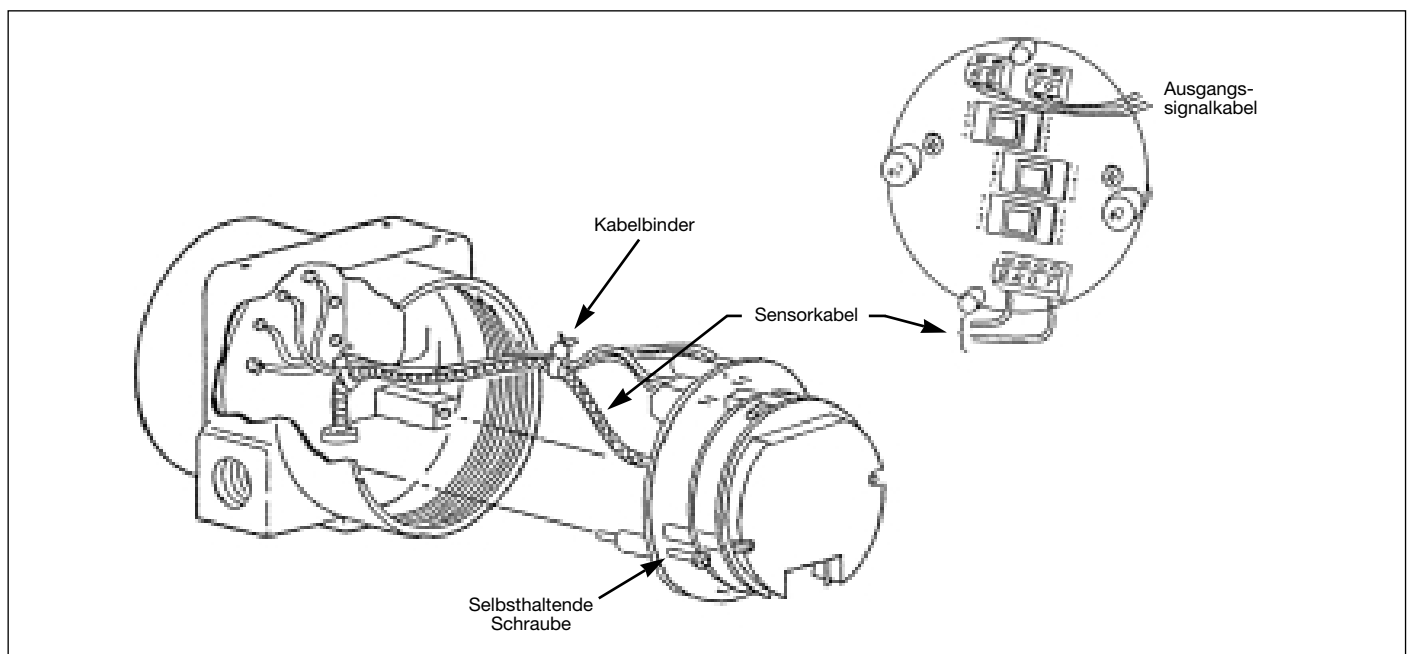

Abbildung 17. Anschlüsse der elektronischen Baueinheit – VFM 3100 mit Standard-Temperaturbereich (angebaute Baueinheit)
- Elektronische Baueinheit aus dem Gehäuse soweit herausziehen, bis das braune und gelbe Sensorkabel am Klemmenblock auf der Rückseite der elektronischen Baueinheit abgeklemmt werden kann. Die vier Ausgangssignalkabel (rot-blau, gelb-grün) an den beiden Klemmenblöcken an der elektronischen Baueinheit abklemmen. Siehe Abbildung 17.